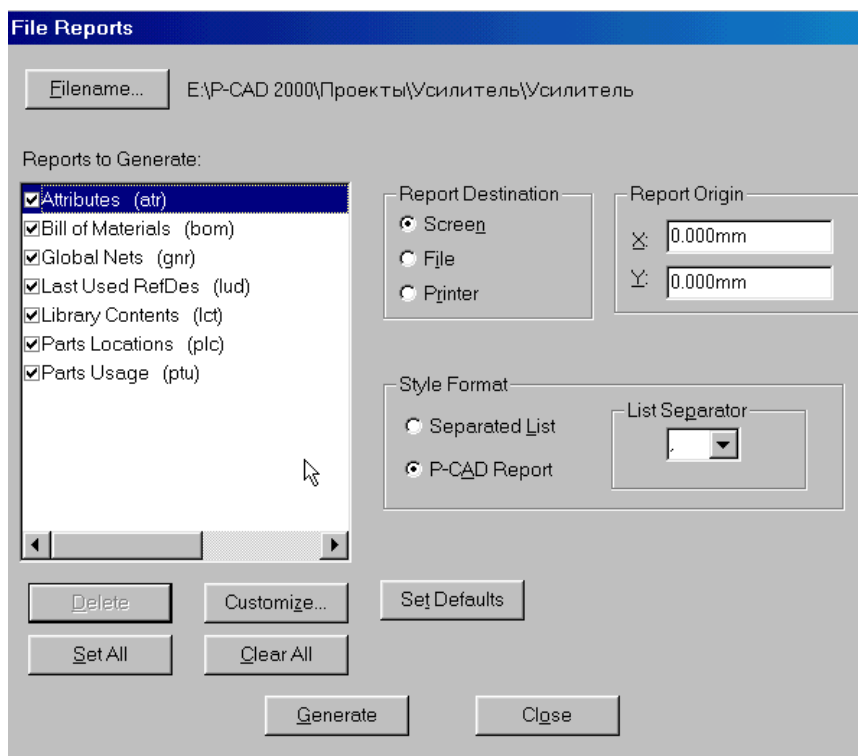

Рис. 6-43. Панель выбора отчетов
2) На панели **File Reports** (рис. 6-43) в окне *Reports to Generate* (генерируемые отчеты) установите флажки для всех типов отчетов (можно воспользоваться кнопкой **Set All** – выбрать все, кнопка **Clear All** – сбрасывает все флажки). Назначение отчетов представлено в табл. 6-3.